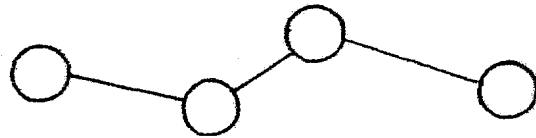

Fig. 4 Cadena
- . Una cadena es un conjunto ordenado de arcos que conectan dos nodos por medio de nodos intermedios. (Fig. 4 - V)